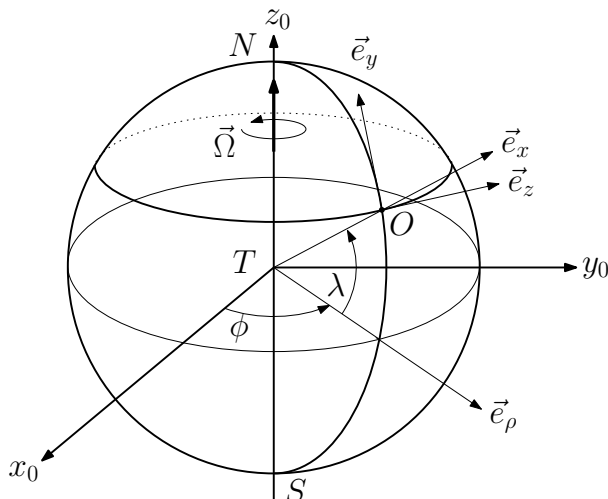

Figure 1
- ✘ On se place dans le référentiel terrestre et on utilise le repère (O, x, y, z) représenté figure 1.